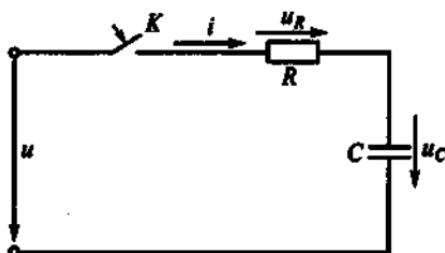

Рис. 156
4.25. В какой момент времени периода переменного тока должен быть замкнут ключ K на рис. 156, чтобы в цепи не возникло переходного процесса, если $u = U_{\max} \sin \omega t$?
4.26. Чему равно начальное значение тока $i(0+)$ на рис. 156, если цепь подключается к сети в момент, когда $u=U_{\max}$, а напряжение сети изменяется по закону $u = U_{\max} \sin \omega t$?